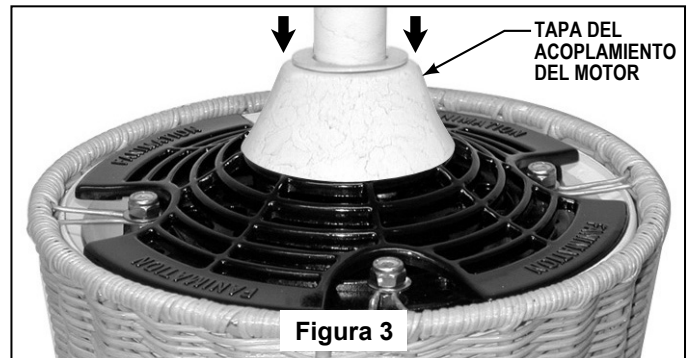

Figura 3
7. Deslice hacia abajo la tapa del acoplamiento del motor hasta que haga contacto con la parte superior del motor (Figura 3).